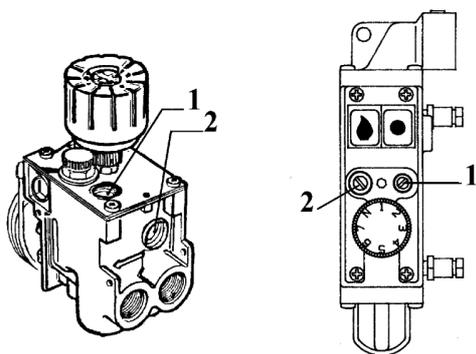

Fig.6 : Bloc Eurosit Fig.6bis : Bloc Junkers
- 5) Changer l'orifice calibré de ralenti (Rep.1 Fig.6 et 6bis) (voir **Tableau IV**) et le visser à fond.